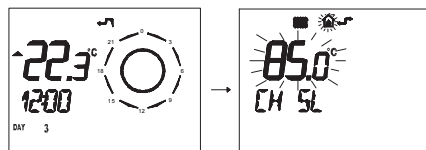

Figura 5.45
- Premere per più di 3 secondi il pulsante **⏸** per entrare in modalità **INFO** (Figura 5.45).